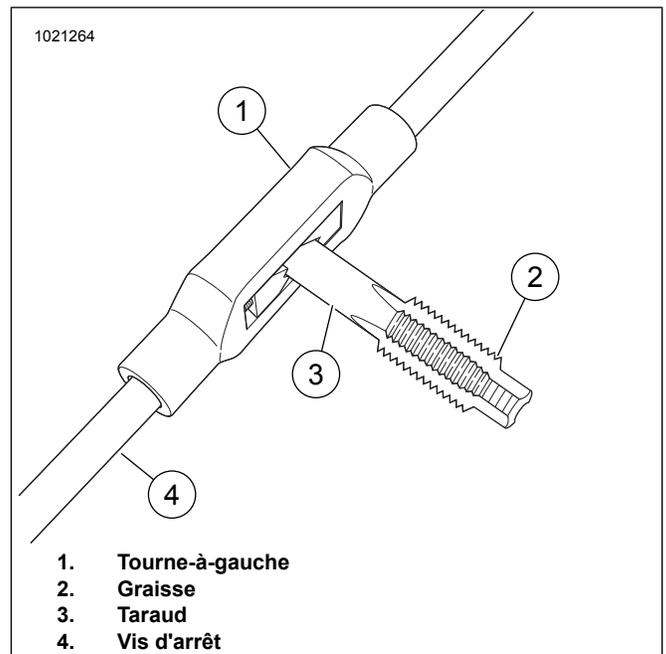
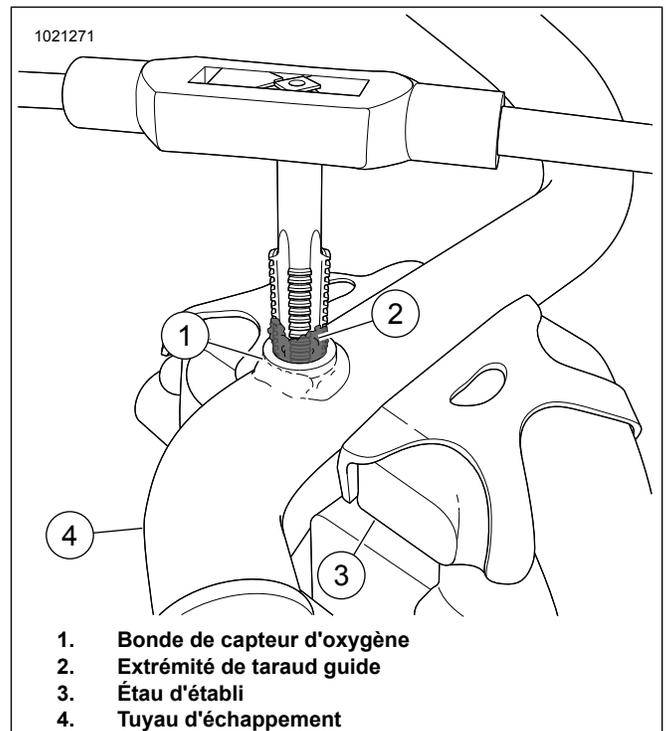

Figure 3. Ensemble de porte-taraud
Figure 4. Taraudage du tuyau d'échappement
- Figure 3 Assembler le taraud à la poignée du taraud :
- Insérer le taraud (3) dans le tourne-à-gauche (1).
b. Fixer le taraud à l'aide de la vis d'arrêt (4) du tourne-à-gauche. S'assurer que le taraud est orienté de manière à ce que la vis de réglage entre en contact avec le méplat du taraud.
c. Graisser (2) l'extrémité du taraud.
2. Figure 4 Placer et serrer le tuyau d'échappement (4) dans l'étau de l'établi (3).